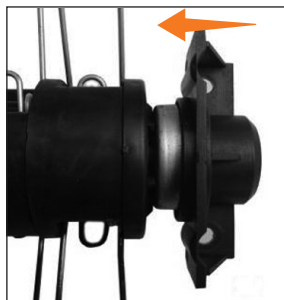

Рис. 7.1
1. Установите крышку подшипника на вал аэратора (рис. 7.1).